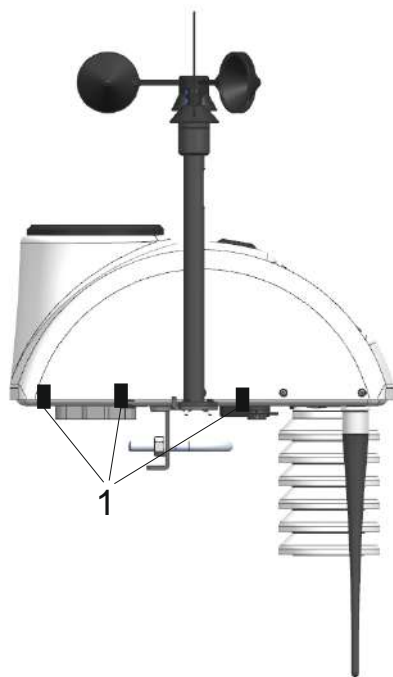

Рисунок 3 – Схема пломбирования изделий СОКОЛ-М1,
5.1.6 Место для пломбирования выбирается в соответствии с рис. 3.